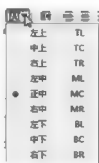

图 5-23
(11) 四 (多行文字对正) 列表: 主要作用是设置多行文字的对正方式。单击四 (多行文字对正) 弹出如图 5-23 所示的下拉列表。